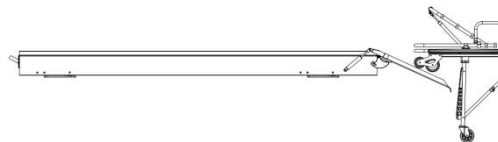

Рисунок 2
- 5.3 Закатите каталку на платформу приемного устройства. Затем зафиксируйте. Рис.2